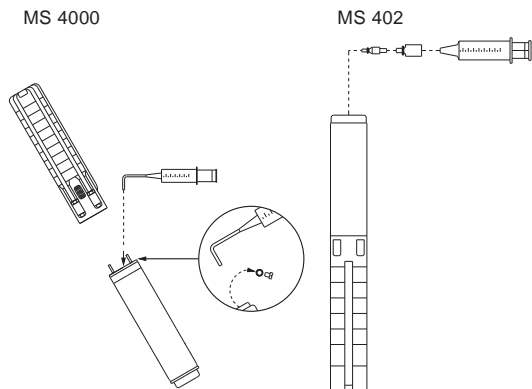

Рис. 6 Положение электродвигателя при заполнении – MS 4000 и MS 402
1. Расположите погружной насос, как показано на рис. 6. Заливочное отверстие должно быть в верхней точке двигателя.
3. С помощью специального шприца заливаете в электродвигатель охлаждающую жидкость, пока она не начнёт вытекать через заливочное отверстие. См. рис. 6.